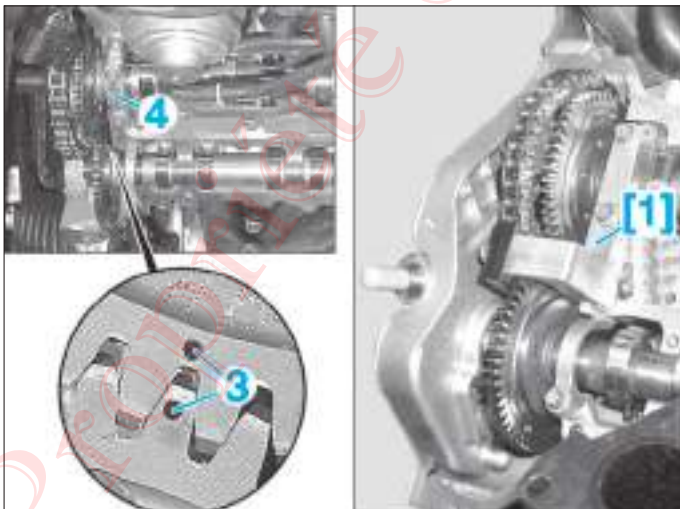

FIG. 20
- [1]. Outil de guidage (ref. 604 589 01 40 00) (Fig.20).
- S'assurer de la bonne position des repères (3). Ces repères situés sur les pignons d'arbre à cames doivent être l'un en face de l'autre (Fig.20).